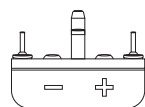
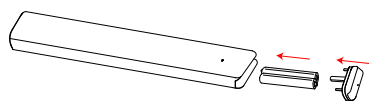

Figure 1
Figure 2
3. Legen Sie bitte nun die Batterien wie in der Abbildung beschrieben in das Batteriefach ein (Figure 2) und beachten dabei die negative und positive Markierung (Figure 1). Montieren Sie bitte nun den Batteriefachdeckel wieder. Überprüfen Sie bitte anschließend die Funktionsweise.